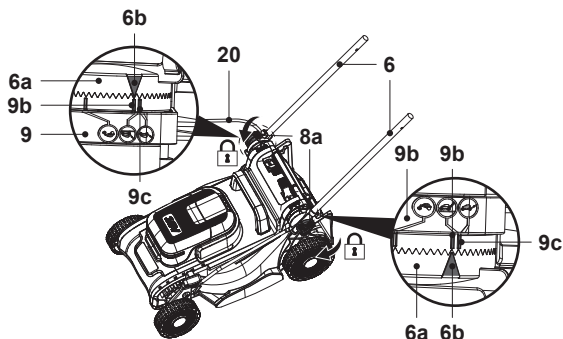

Fig. 2
3. Aligner le triangle de repère (6b) de la plaque de réglage (6a) sur l'un des indicateurs de hauteur de guidon (9b/9c) du support de guidon (9), puis fixer le guidon inférieur (6) en serrant le bouton de serrage (8a) (Fig. 2).
4. Répéter les étapes d'assemblage ci-dessus sur l'autre guidon inférieur (6).
5. S'assurer que les deux guidons inférieurs (6) sont montés à la même hauteur des deux côtés.
6. S'assurer que le cordon de commande (20) passe sur la partie supérieure du guidon inférieur (6).